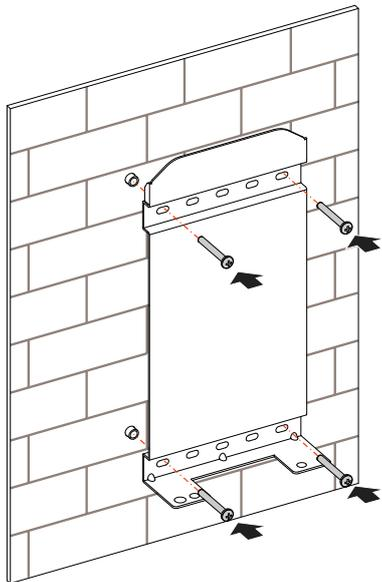

Figura 3-10 Fije el soporte de instalación
Paso 4 Alinee los orificios del soporte de instalación con los tarugos de expansión e instale los tornillos autorroscantes y la junta plana en los tarugos de expansión (como se muestra en la Figura 3-10) y fíjelos con un destornillador.